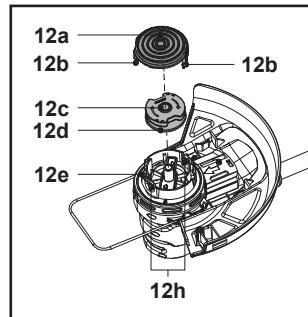

Fig. 23
3. Retire la bobina de corte (12c) del alojamiento (12e) (Fig. 23).